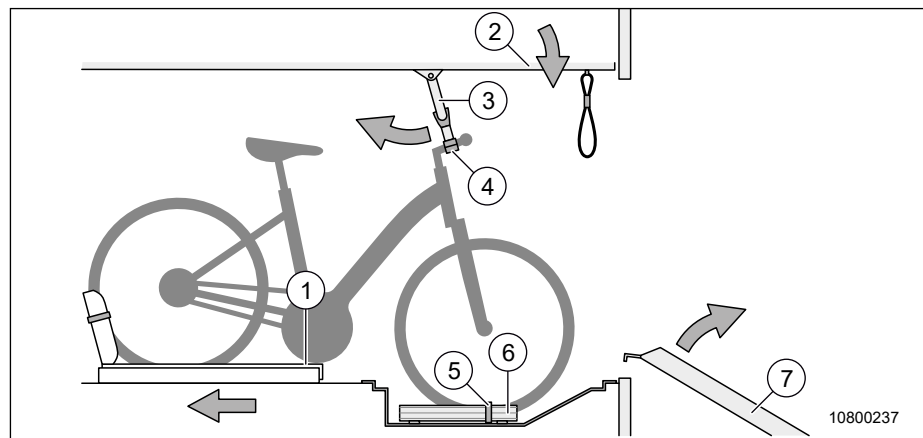

Fig. 4 Sécuriser le vélo dans le support pour vélo électrique
14. Glisser le dispositif coulissant (Fig. 4, pos. 1) complètement vers l'arrière.
15. Placer la roue avant dans le rail de support (Fig. 4, pos. 6).
16. Fixer la roue avant avec l'attache de sécurité (Fig. 4, pos. 5).
17. Pivoter le support du volant (Fig. 4, pos. 3) vers le bas.
18. Sécuriser le volant avec la pince de fixation (Fig. 4, pos. 4).
19. Retirer la rampe d'accès (Fig. 4, pos. 7) et l'arrimer.
4. Retirer la rampe d'accès (Fig. 4, pos. 7) et l'arrimer.